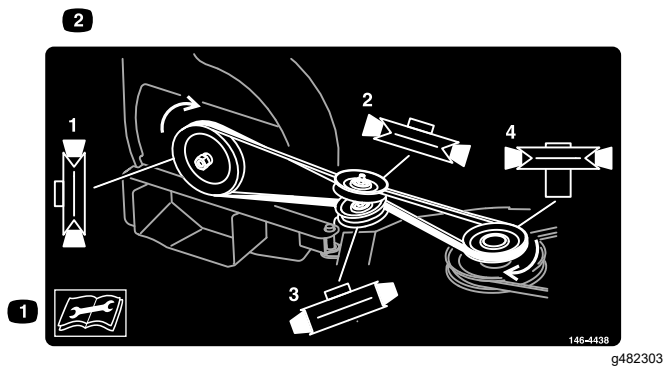
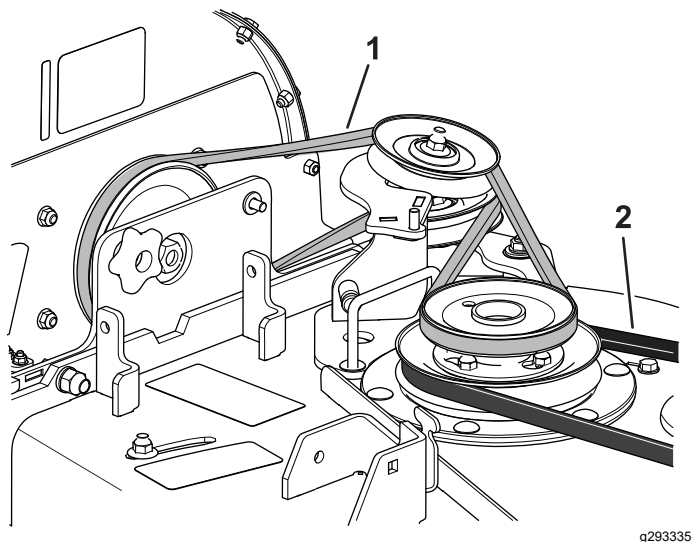

Figura 5
Figura 6
3. Instale a correia nas polias e conjunto do rolete como se mostra na Figura 5 e na Figura 6.